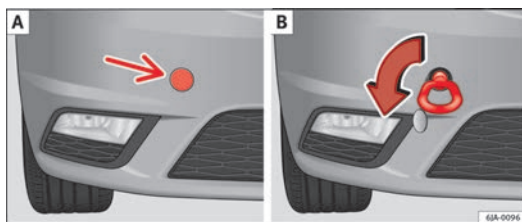

Fig. 138 Pára-choques dianteiro: tampa/montagem da argola de reboque
- Exerça pressão na zona esquerda da tampa no lugar da seta ⇒ Fig. 138 - [A]. ▶
- Enrosque a argola de reboque manualmente girando-a para a esquerda até acima ⇒ Fig. 138 - [B].